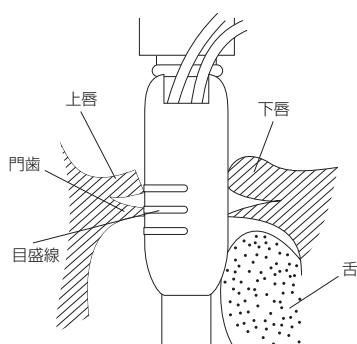

図4.挿入位置拡大図
7. 本品の目盛線が患者の門歯に達するまで挿入する。(図4)